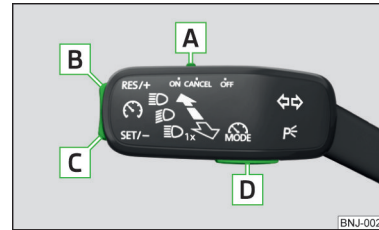

Abb. 231
Übersicht der Bedienungselemente der GRA » Abb. 231
- ▶ Durch das Drücken der Taste **D** » Abb. 231.
- Durch das Drücken der Taste **D** » Abb. 231 während der Regelung wird diese abgebrochen und es wird der Geschwindigkeitsbegrenzer aktiviert.